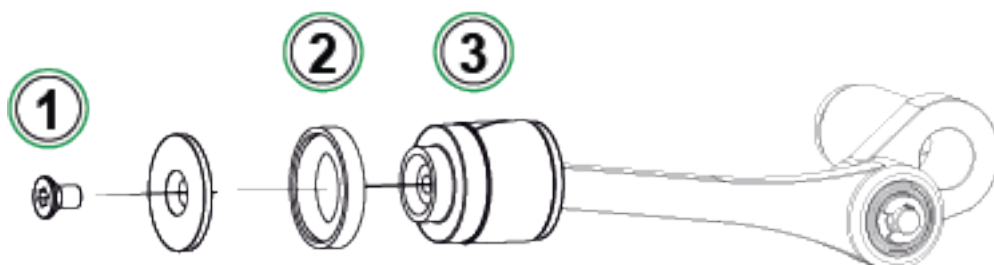

Figura 56: Passaggio 4
5. Quando le viti sono state rimosse, sollevare il terminale di guida del cilindro e il cilindro (1). Prima di sollevare il cilindro, spingerlo leggermente indietro e girarlo verso destra in modo da poterlo sollevare con facilità. Prestare attenzione a non far scivolare il cilindro verso il basso fino al punto in cui sia visibile la guarnizione del pistone dalla parte superiore del cilindro. Se ciò accade, è necessario rimuovere prima la guarnizione del pistone (Figura 56: Passaggio 4) e poi rimuovere il cilindro per riportare il pistone all'interno del cilindro.
8. Prendere un nuovo o-ring e una nuova guarnizione del pistone (vedere parte (2) in Figura 56: Passaggio 4). Farli scivolare in posizione e stringere con la parte superiore del pistone e la nuova vite M3x6.